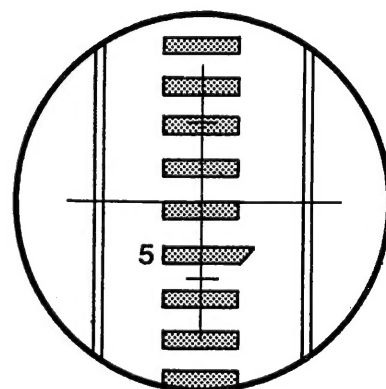

図3.7
3) 微動ねじ⑦を回して視野の中央近くに目標物を入れ、合焦つまみ⑨を回して目標物にピントを合わせます。(図3.7)